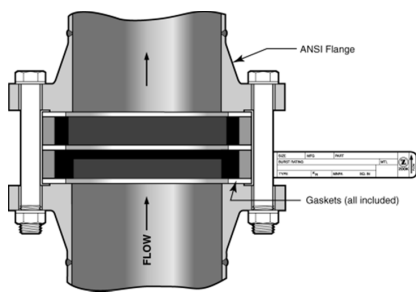

Figura 4
1) Discos de ruptura con anillos separadores - Figura 4
- a. Instalar el anillo espaciador en el lado de aguas abajo (lado de ventilación) del disco de ruptura. El espesor del anillo espaciador se determina basándose en el uso de tres (3) juntas 1/8" de espesor entre las bridas, disco de ruptura y anillo espaciador.